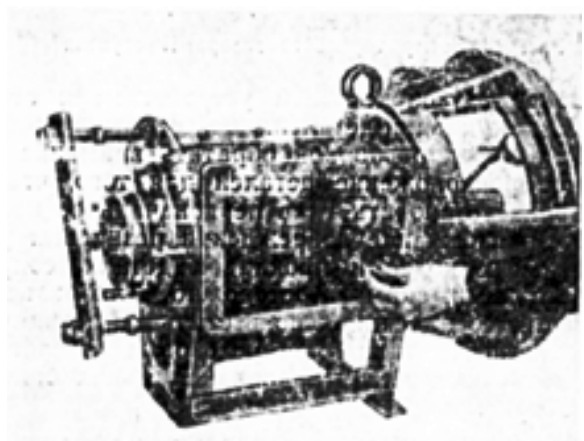

Рис. 37. Проверка радиального зазора I ступени
9.5.6. Засверлить и развернуть отверстия под шлиф-ты для фиксации стаканов относительно цилиндров. Снять стаканы, удалить из цилиндров прокладки и домкратик, вновь установить. Стаканы заштыфтовать и закрепить. Проверить щупом радиальные зазоры по ступеням в I ступени – через всасывающие окна (рис. 37), во II ступени – через нагнетательные окна.